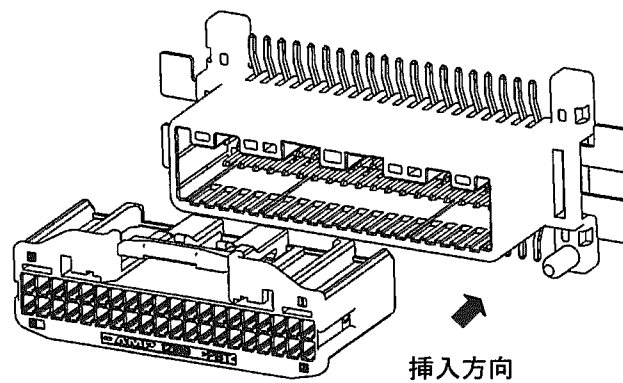

Fig.15
(1) 端子のハウジングへの装着状態、電線の束ね位置は正しいか、またリテーナーが本係止状態になっていることを確認して下さい。仮係止状態になっている場合は本係止状態にして下さい。(4項参照)。
(2) 次に、端子の変形、変色、傷、錆、ハウジングの変形、割れ、欠損、変色等の異常がないか確認して下さい。
(3) 指定のメス・ハウジングをオス・コネクタにFig.15のような向きに真っ直ぐ挿入して下さい。